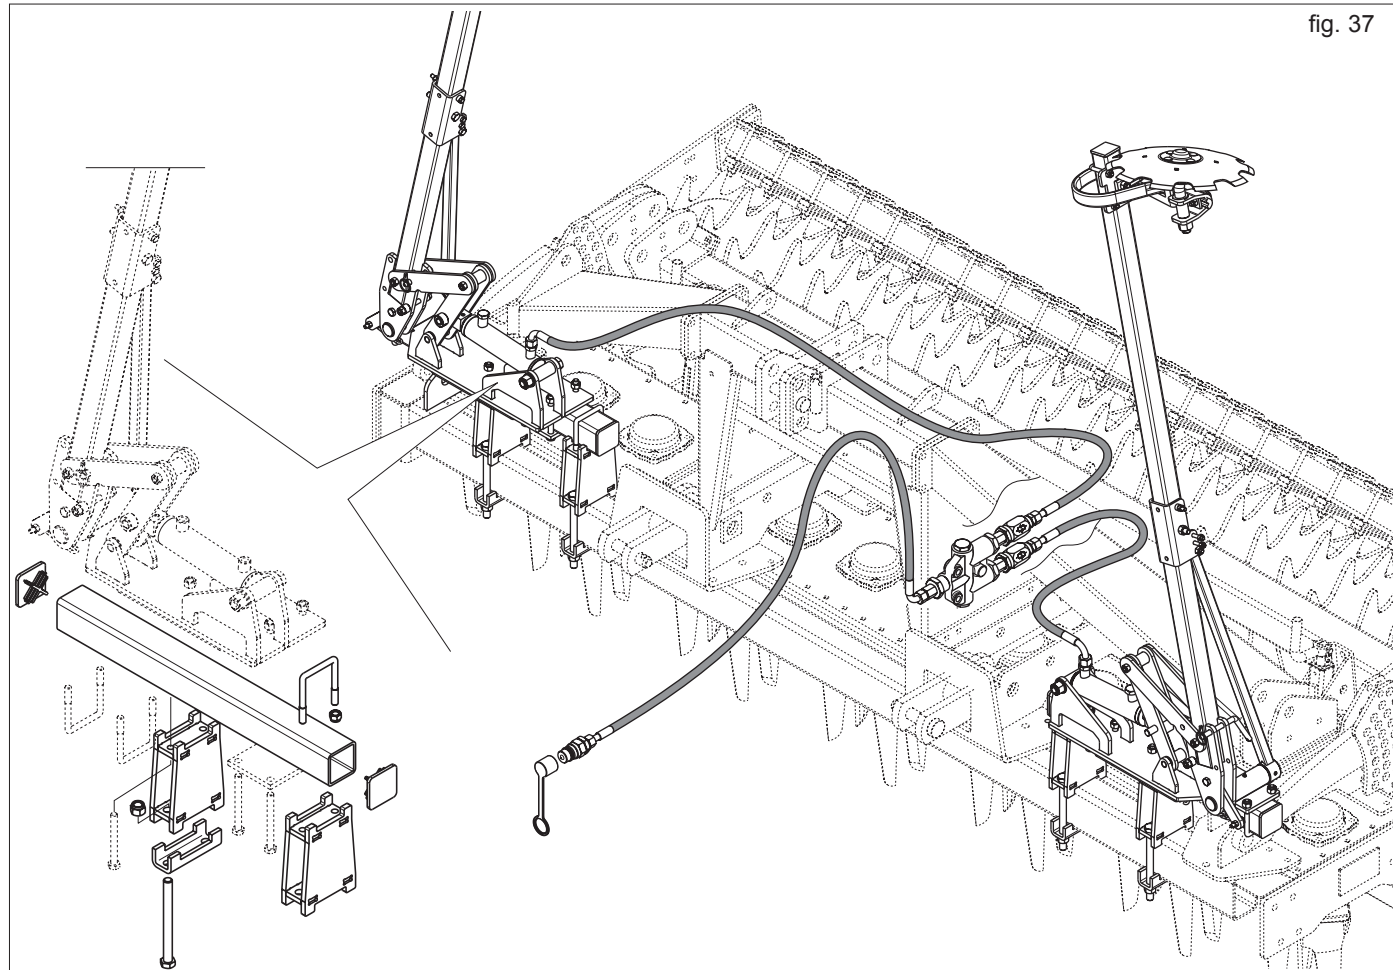

fig. 37
Durant le transport routier, les dents de la herse recouvre-graines doivent être tournées vers le bas (Fig. 37).
- 1) Placer le ressort (C) comme indiqué sur la Figure 37.
- 2) Soulever la herse recouvre-graines jusqu'à pouvoir accrocher le levier (D Fig. 37).
- 3) Soulever le pivot (E Fig. 37) et faire coulisser la herse jusqu'à ce que le pivot s'accroche automatiquement (E Fig. 37).